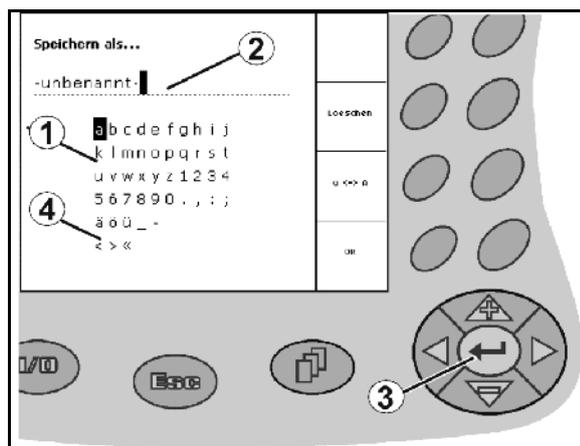

Fig. 15
Se for necessária a introdução de textos ou algarismos no GPS-Switch, aparece o menu de introdução (Fig. 15).
Na parte inferior do ecrã aparece um campo de selecção com letras, algarismos e setas (Fig. 15/1), a partir dos quais é formada a linha de introdução (Fig. 15/2) (texto ou algarismo).
- Aceitar a selecção (Fig. 15/3).
As setas <, > no campo de selecção (Fig. 15/4) permitem um deslocamento na linha de texto.
A seta « no campo de selecção (Fig. 15/4) apaga a última introdução.